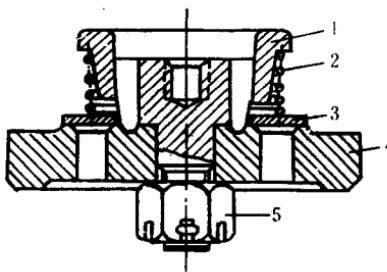

图8 空气阀组装
(1) 空气阀也就是吸风阀、旁通阀和压风阀的总称，它们的构造完全一样，只是安装的位置和起的作用不同。空气阀由阀导座、阀弹簧、阀片、阀座、螺母及开口销（有的加有背帽）、阀盒、阀盖等组成（图8）。